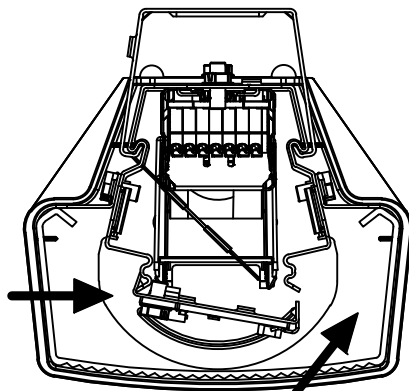

FIGURE 2: Conseil Carrier
- 6) Fixer carte LED support en alignant les vis en pension LED support avec des encoches dans le logement . Puis carte de pivot transporteur jusqu'au côté opposé enclenche comme le montre la figure 2 .